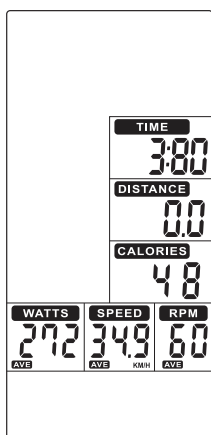
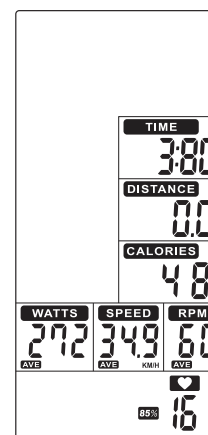

FIGURA 19
FIGURA 21
- Presione la tecla STOP (TECLA 9), la pantalla TIEMPO (PANTALLA 3) mostrará el tiempo total de entrenamiento. La pantalla DISTANCIA (PANTALLA 4) mostrará la distancia total del ejercicio. La pantalla CALORÍAS (PANTALLA 5) mostrará el consumo total durante el entrenamiento. WATTS (PANTALLA 6), VELOCIDAD (PANTALLA 2) y RPM (PANTALLA 1) cambiarán para mostrar AVG. La pantalla & MAX.PULSE cambiará para mostrar 65%, 85% MAX (Figura 21 ~ 23) cada 5s.
- Al ingresar la señal de frecuencia cardíaca, la pantalla de FRECUENCIA CARDÍACA (PANTALLA 7) mostrará la frecuencia del usuario. Si no hay señal, no se mostrará nada. (Figura 19 ~ 20).
- Presione STOP (TECLA 9) para finalizar el entrenamiento, la alerta audible sonará durante 1s y mostrará TIEMPO (PANTALLA 3), DISTANCIA (PANTALLA 4), CALORÍAS (PANTALLA 5) durante 30s y WATTS (PANTALLA 6), VELOCIDAD (PANTALLA 2) y RPM (PANTALLA 1) cambie para mostrar AVG. & MAX. La pantalla de FRECUENCIA CARDÍACA (PANTALLA 7) cambiará para mostrar 65%, 85% MÁX (Figura 21 ~ 23) cada 5s.
- Al ingresar la señal de frecuencia cardíaca, la pantalla mostrará la frecuencia del usuario de 65%, 85% MAX (Figura 21 ~ 23). Si no hay señal, no se mostrará nada. (Figura 19 ~ 20).
- Presione **STOP** (TECLA 9) para finalizar el entrenamiento, la alerta audible sonará durante 1s y mostrará **TIEMPO** (PANTALLA 3), **DISTANCIA** (PANTALLA 4), **CALORÍAS** (PANTALLA 5) durante 30s y **WATTS** (PANTALLA 6), **VELOCIDAD** (PANTALLA 2) y **RPM** (PANTALLA 1) cambie para mostrar **AVG. & MAX**. La pantalla de **FRECUENCIA CARDÍACA** (PANTALLA 7) cambiará para mostrar 65%, 85% MÁX (Figura 21 ~ 23) cada 5s.
- Si se detecta la señal de frecuencia cardíaca, la pantalla **PULSE** (PANTALLA 7) mostrará la frecuencia del usuario de 65%, 85% MAX (Figura 21 ~ 23). Si no hay señal, no se mostrará nada. (Figura 19 ~ 20).
- Presione STOP (TECLA 9) para finalizar el entrenamiento, al final del entrenamiento sonará una alerta audible durante 1s y mostrará TIEMPO (PANTALLA 3), DISTANCIA (PANTALLA 4), CALORÍAS (PANTALLA 5) durante 30s y WATTS (PANTALLA 6), VELOCIDAD (PANTALLA 2) Y RPM (PANTALLA 1) cambiarán para mostrar AVG. & MAX. La pantalla PULSE (PANTALLA 7) cambiará para mostrar 65%, 85% MAX (Figura 21 ~ 23) cada 5s.
- Presione la tecla STOP (TECLA 9) para finalizar el entrenamiento, la pantalla TIEMPO (PANTALLA 3) mostrará el tiempo total de entrenamiento; DISTANCIA (PANTALLA 4) mostrará la distancia total del ejercicio; CALORÍAS (PANTALLA 5) mostrará el consumo total durante el entrenamiento; WATTS (PANTALLA 6), VELOCIDAD (PANTALLA 2) y RPM (PANTALLA 1) cambiarán para mostrar AVG. & MAX. La pantalla de frecuencia cardíaca (PANTALLA 7) cambiará para mostrar 65%, 85% MAX (Figura 21 ~ 23) cada 5s.
- Al ingresar la señal de frecuencia cardíaca, la pantalla de FRECUENCIA CARDÍACA (PANTALLA 7) mostrará la frecuencia cardíaca del usuario. Si no hay señal, no se mostrará nada. (Figura 19 ~ 20).